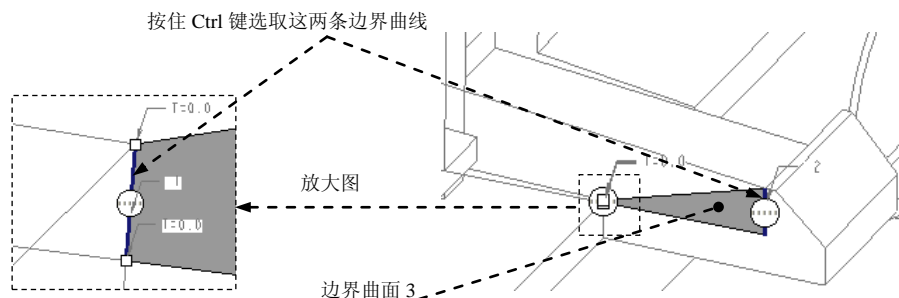

图 20.21 定义边界曲面 3
- (1) 按住 **Ctrl** 键, 选取合并面组 3 和边界曲面 2。
- (2) 单击 **分型面** 操控板中 **编辑** 区域的 **合并** 按钮, 此时系统弹出“合并”操控板。
(3) 在操控板中单击 **选项** 按钮, 在“选项”界面中选中 ☒ **相交** 单选项。
(4) 在“合并”操控板中单击 按钮。
Step12. 创建图 20.21 所示的边界曲面 3。
(1) 单击 **模型** 功能选项卡中的 **切口和曲面** ▾ 按钮, 在系统弹出的菜单中依次单击 **曲面** ▸
(2) 定义边界曲线。按住 **Ctrl** 键, 依次选取图 20.21 所示的两条边界曲线。
(3) 在操控板中单击 按钮, 完成边界曲面 3 的创建。